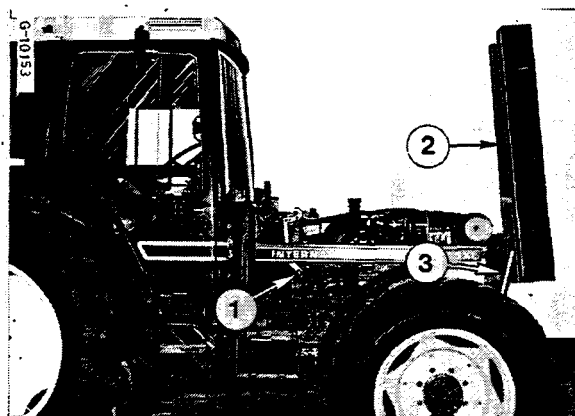

Figure 61
Retirez le silencieux d'échappement. Tirez les leviers de verrouillage (1) Fig. 61 vers l'arrière et soulevez le capot comme sur la figure.